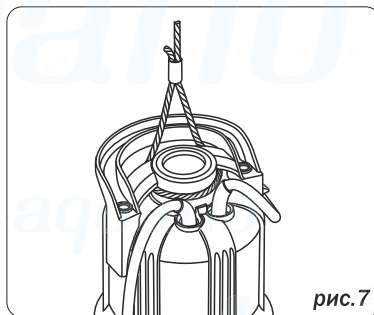

рис.7
- Для опускания/подъема насоса использовать прочный трос или веревку, устойчивые к воздействию влаги. Трос продевается через отверстия в рукоятке насоса (рис.7).